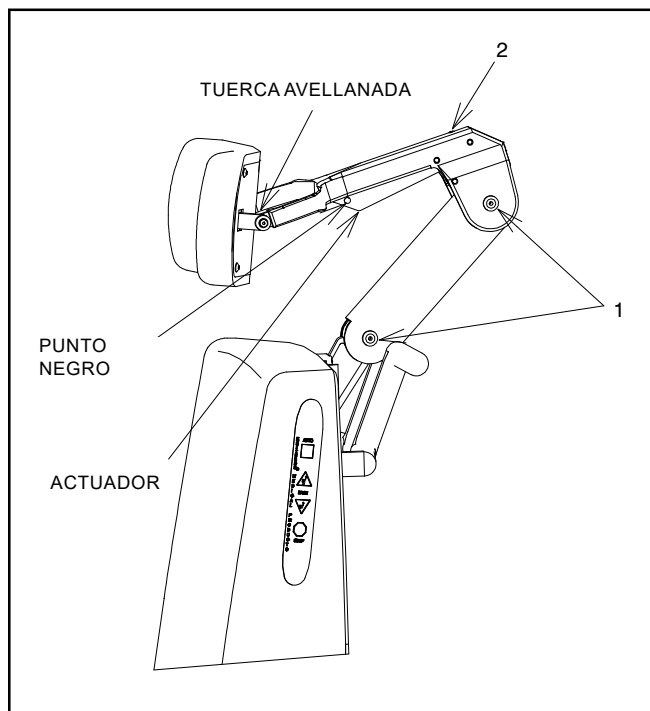

FIGURA 5
3.7.2.1. El reposacabezas n.º 18, 22 está diseñado para que pueda ser operado con una sola mano. Para desbloquearlo, presione el actuador de plástico transparente dentro del recinto de la cerradura. Esto permitirá que ambos ejes del brazo articulado giren para que el reposacabezas se pueda mover a una nueva posición deseada. Una vez en la nueva posición, libere el actuador. Asegúrese de que el actuador se expanda a su posición original; para ello, exponga completamente el punto negro en el mango para asegurar un cierre positivo. La almohadilla del reposacabezas tiene la libertad de rotar en todo momento. (Ver Figura 5).
3.7.3.1. El reposacabezas n.º 18, 22 tiene tres ajustes. La primera es la tensión en la rotación de la almohadilla. Al apretar las dos tuercas hexagonales avellanadas en los ejes de la almohadilla con una llave de boca de 3/8", la tensión aumentará. Para ajustar la resistencia de los ejes del brazo articulado, afloje el tornillo de fijación en el centro del eje (Figura 5, artículo 1) con una llave hexagonal de 3/32". A continuación, ajuste el tornillo del otro lado del eje, con una llave hexagonal de 1/8". Ahora, vuelva a ajustar el tornillo de fijación para retener el tornillo del eje en el nuevo ajuste. Cualquiera de los ejes se puede ajustar.
3.7.3.2. El tercer ajuste es para la separación adecuada del punto de bloqueo para indicar que el reposacabezas está bien bloqueado. Si el punto no despeja completamente el recinto de la cerradura cuando el reposacabezas está bloqueado de forma segura, gire el tornillo de fijación situado en la parte superior del recinto de la cerradura (Figura 5, artículo 2) en sentido antihorario hasta que el punto del actuador quede completamente expuesto.
3.7.5.1. Una sola manija en la parte trasera de los reposacabezas n.º 11, 21 y 31 controla el mecanismo de bloqueo. Para desbloquearlo, agarre el mango y gire en sentido antihorario. Cambie la inclinación del reposacabezas hasta que esté en la posición deseada. Para bloquear, gire la manija en sentido horario hasta que esté bien ajustada. (Ver Figura 5, reposacabezas n.º 11)